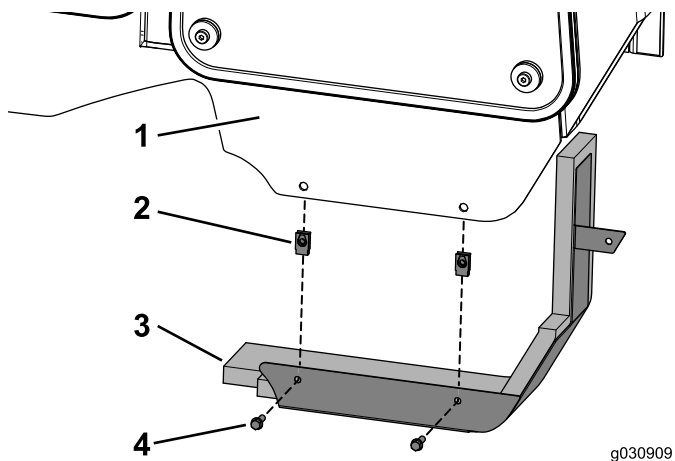

图26
1. 将 2 个夹紧螺母安装到驾驶室机架上（图26）。
2. 用 2 个螺栓 (1/4 x 3/4 英寸) 将面板组件固定到驾驶室, 如 图26 所示。